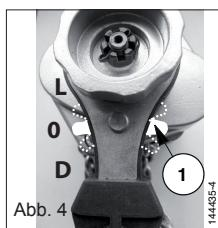

Abb. 4
2. Schalthebel (Pos. 1, Abb. 4) in Position „0“ bringen.
1. Zum Heben, Ziehen oder Spannen Schalthebel auf „L“ (Abb. 4) stellen, und den Handhebel gleichmäßig hin und herbewegen.
2. Zum Senken oder Nachlassen Schalthebel auf „D“ (Abb. 4) stellen, und den Handhebel gleichmäßig hin und herbewegen.